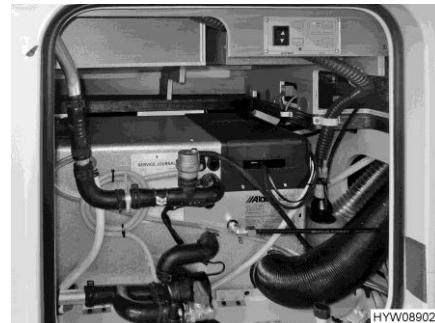
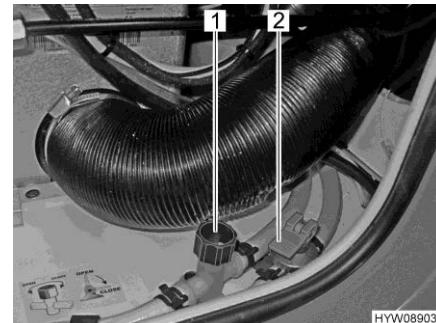

Fig. 141 Sportello di servizio (riscaldamento/boiler)
Fig. 142 Rubinetti di scarico
- Chiudere i rubinetti di scarico. Ruotare i coperchi (Fig. 141) in senso orario e posizionare la leva a bilanciere (Fig. 142) in posizione orizzontale.
- Aprire i rubinetti di scarico. A questo scopo, ruotare il coperchio (Fig. 141) in senso antiorario e posizionare verticalmente la leva a bilanciere (Fig. 142).